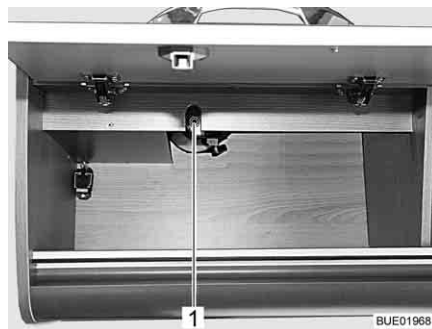
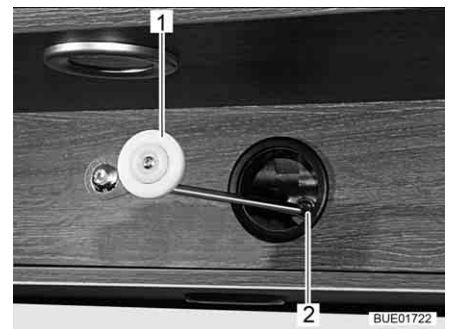

Fig. 129 Acceso al accionamiento (Lyseo)
Fig. 130 Manejo mecánico, accionamiento
- Si el alojamiento (Fig. 129,1) para el accionamiento está instalado en el armario de pared: abrir el armario de pared.
- Insertar la manivela (Fig. 130,1) entregada o una llave Allen en el alojamiento en el motor (Fig. 130,2 ó Fig. 129,1).